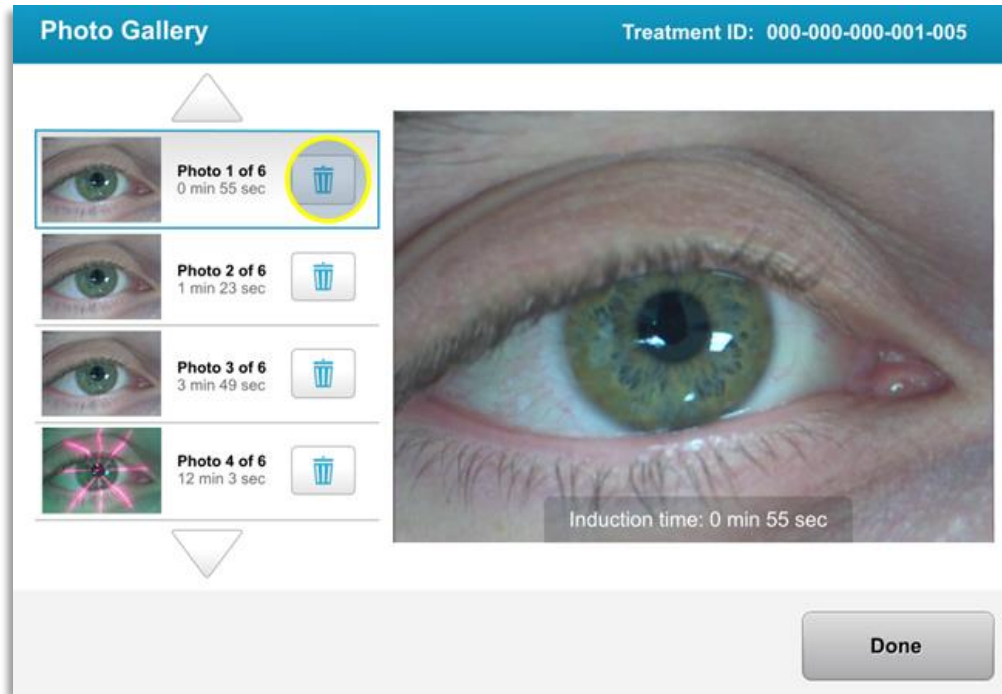

Figura 3-33. Selecionar Lixo para apagar
- Na Galeria de fotos, seleccione o ícone do caixote de lixo junto à foto para a apagar como mostrado na figura 3-33.